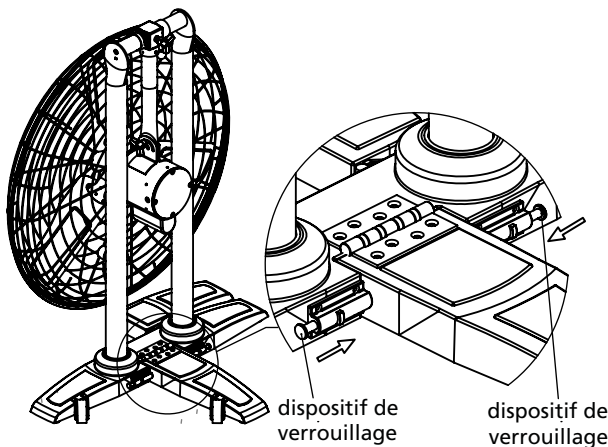

Figure 4
3. Fixez solidement le support de pied avant à l'aide des dispositifs de verrouillage des côtés droit et gauche illustrés ci-dessous. Poussez jusqu'à ce que le dispositif de verrouillage s'enclenche complètement. Voir la Figure 4.